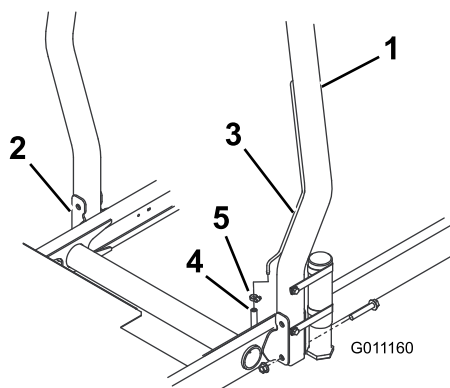

Figura 9
1. Baixe o arco de segurança até aos suportes de montagem da unidade de tracção, alinhando os furos de montagem. Certifique-se de que o tubo de ventilação no arco de segurança fica do lado esquerdo da máquina (Figura 9).
2. Fixe cada lado do arco de segurança aos suportes de montagem com 2 parafusos de cabeça flangeada e porcas de bloqueio (Figura 9). Aperte os parafusos com 81 Nm.